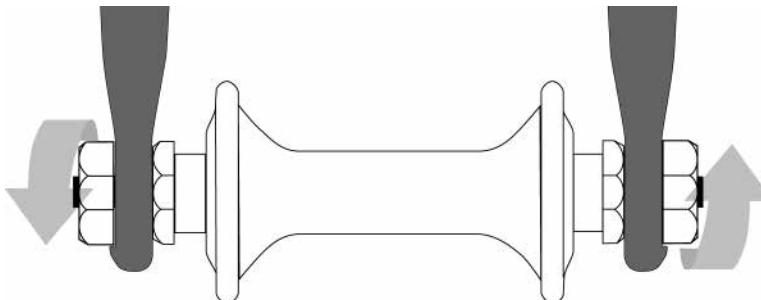

Abb. 19
3. Sechskantmuttern oder Inbusschrauben, die auf oder in die Nabennabe geschraubt werden (Abb. 19)).